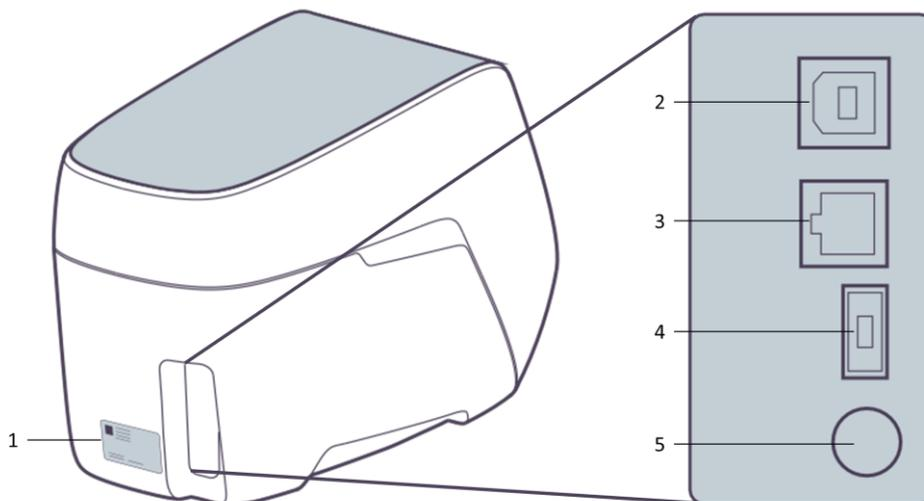

Abbildung 2: Rückansicht des Device (links). Vergrößerte Ansicht des Eingabefeldes (rechts).
Die Rückansicht des Device mit allen Hauptteilen ist in Abbildung 2 beschrieben. Die Teile werden in Tabelle 5 beschrieben. Entsprechende Symbole sind in Tabelle 3 dargestellt.
2. Das Netzteil an Anschluss 4 des Geräts (siehe Abbildung 2).